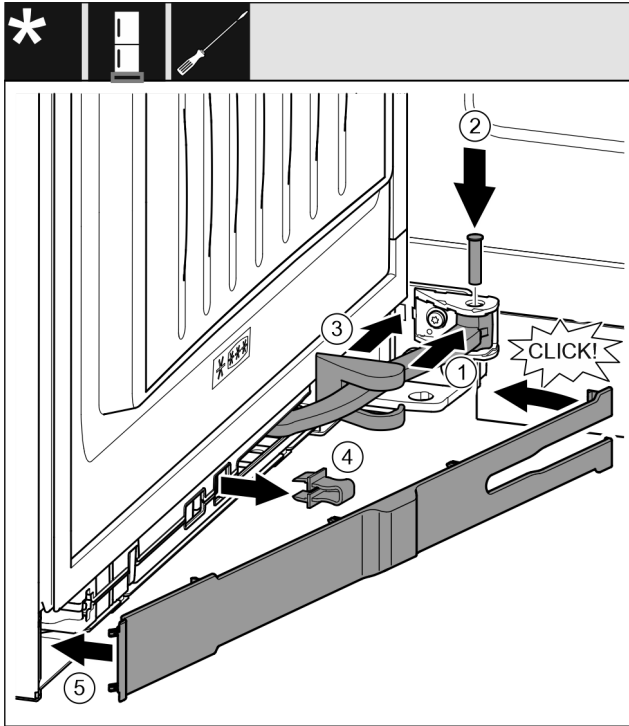

Fig. 47
- ▶ 将铰链旋转至悬挂装置。*Fig. 47 (1)*
- ▶ 用 T15 螺丝刀将螺栓插入悬挂装置和铰链。同时注意止动凸轮需正确地处于凹槽中。*Fig. 47 (2)*
- ▶ 沿着铰链推动托架盖，并将其安装到悬挂装置上。*Fig. 47 (3)*
- ▶ 取下保险装置。*Fig. 47 (4)*
- ▶ 将隔板放上并转入把手侧。*Fig. 47 (5)*